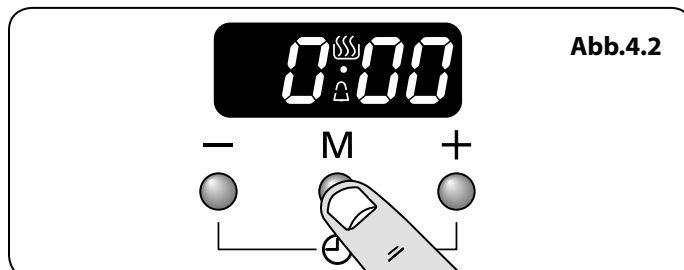
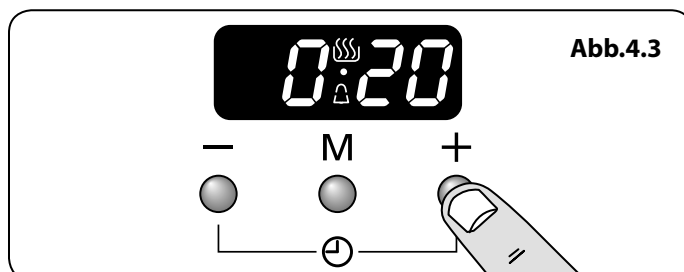

Abb.4.2
Abb.4.3
1. Drücken Sie einmal die Modustaste [M] (Abb.4.2). Das Glockensymbol [🔔] blinkt in der Anzeige. Wählen Sie den gewünschten Countdown von 00.01 h bis 23.59 h mithilfe der Taste [+] aus (Abb.4.3). Der Countdown beginnt automatisch, und das Symbol [🔔] wird angezeigt.